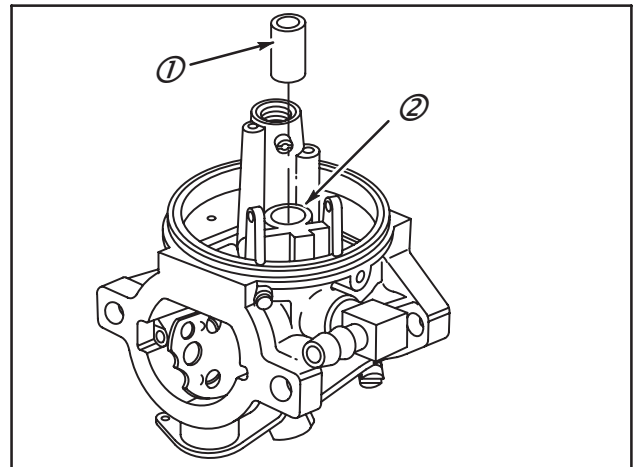

Fig. 109
Presser à ras (2) le siège du pointeau (1), Fig. 109.